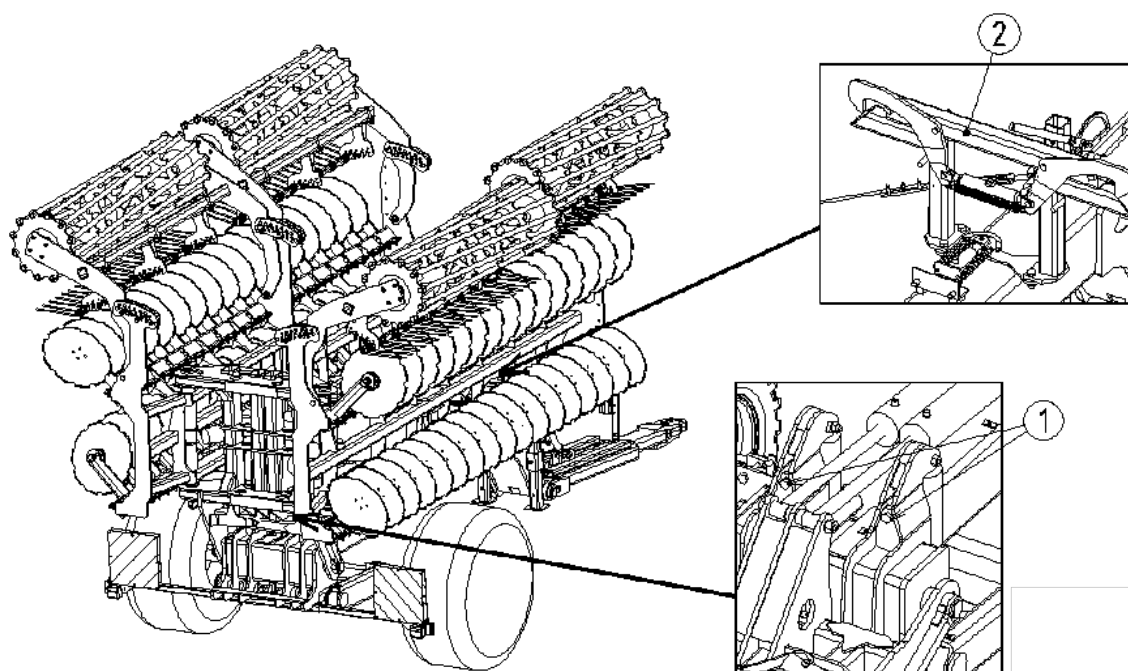

Рисунок 9. Схема регулировки боковых секций
- Возможность регулирования боковых секций в сложенном состоянии при помощи винтов (1) (рис. 9) так, чтобы они располагались на одной высоте от уровня опоры (2)